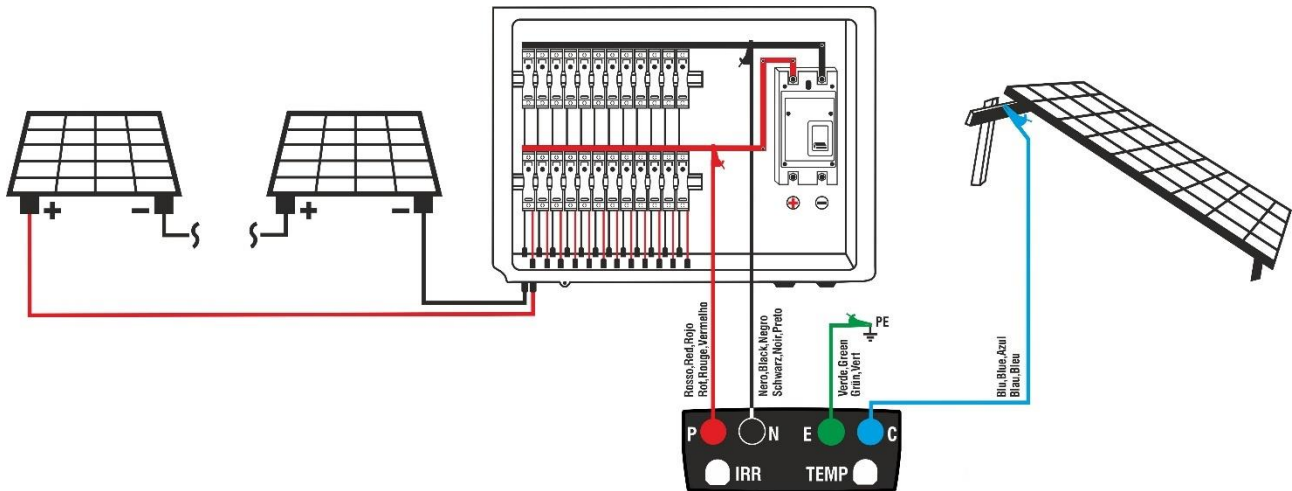

Fig. 16: Connexion de l'instrument au test IVCK à l'aide de la fonction Dém.&Enr.
7. Connectez l'instrument comme indiqué sur la Fig. 16. En particulier, connectez le pôle négatif de la barre à l'entrée **N** via une connexion fixe avec une borne crocodile, le pôle positif de la barre à l'entrée **P** via une connexion fixe avec une borne crocodile, le noeud de terre principale du système (pour les tests MΩ et RPE) à l'entrée **E** et, si nécessaire, l'entrée **C** aux masses métalliques (pour les tests RPE)